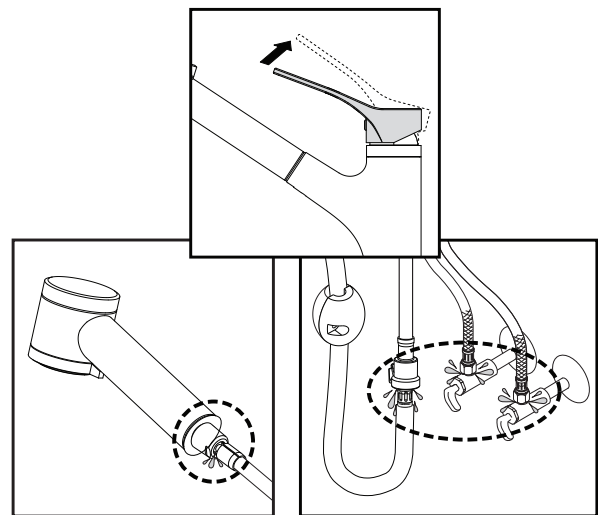

Fig. 9.1
Activer l'eau et vérifier s'il y a des fuites (fig. 9.1). S'il y a lieu, se référer au guide de dépannage.
*Turn on the water and look for leaks (fig. 9.1)